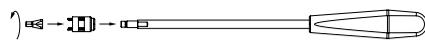

Fig. 8
- ▶ Montar os componentes do instrumento introdutor para parafusos de travamento, ver Fig. 8.